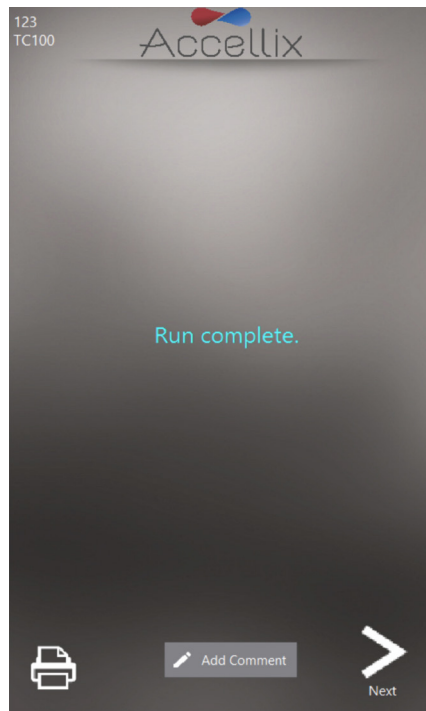
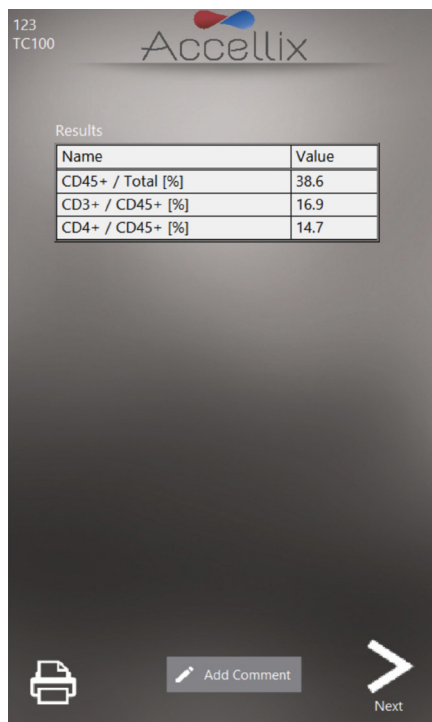

图43：运行完成但无结果屏幕的示例
图44：屏幕结果报告示例
以下两个屏幕是可能的结果示例（图 43 和 图 44）：
- a. 对于产生屏幕结果报告的测定，例如 T 细胞 RTF (L) 测定，此时将在屏幕上显示 **Results**（结果）屏幕。参见图 44 中的屏幕 **Results**（结果）报告示例。